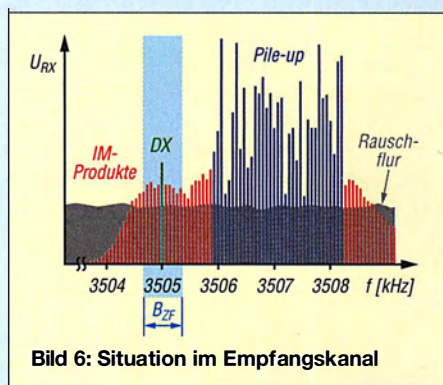

Bild 6: Situation im Empfangskanal
PLC (wenn die Amateurbänder nicht ausgespart werden), (V)DSL, schlecht bis gar nicht entstörte Schaltnetzteile in Ladegeräten, Haushaltsgeräten und vor allem LED-Leuchtmitteln usw. machen unserem Empfang den Garaus. Die Suche nach Störquellen im eigenen Haus ist wichtig. Ferner empfiehlt es sich, die Ortung externer Quellen zu versuchen und mit unbewusst störenden Nachbarn nett zu reden. Insbesondere bei nicht sehr großsignalfesten Eingangsteilen fallen IM-Produkte der vielen anrufenden leistungsstarken Stationen in den Nutzkanal und erhöhen dessen Grundrauschen, siehe Bild 6. Bei ohnehin geplanten Neuanschaffungen ist unbedingt auf Großsignalfestigkeit zu achten (Testberichte z. B. im FA!), hier hat die Transceiver-Technologie innerhalb der jüngsten 20 Jahre einen riesigen Schritt nach vorn gemacht. Eine gute Empfehlung für schmales Budget ist unter diesem Gesichtspunkt u. a. der Kenwood TS-590SG. Tipps zum Vorgehen bei weniger guten Empfängern folgen weiter hinten. Ein Teil des Problems sitzt jedoch vor dem TRX...